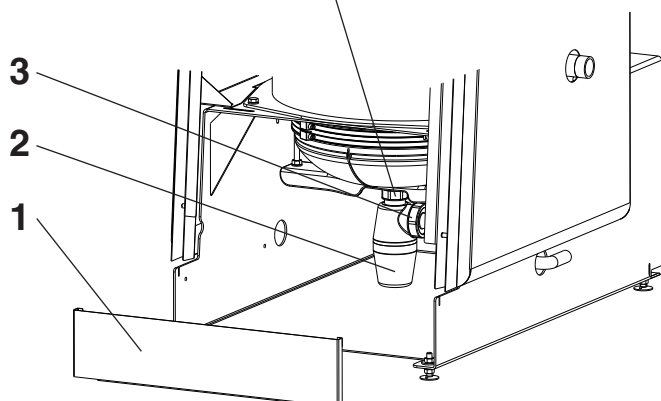

Fig. 34
2. Rimuovere la copertura frontale (1, fig. 34).
3. Smontare il sifone (2) e smontare dalla caldaia.
5. Esaminare le guarnizioni (3) e nel eventuale ritrovamenti di danni cambiare la guarnizione.